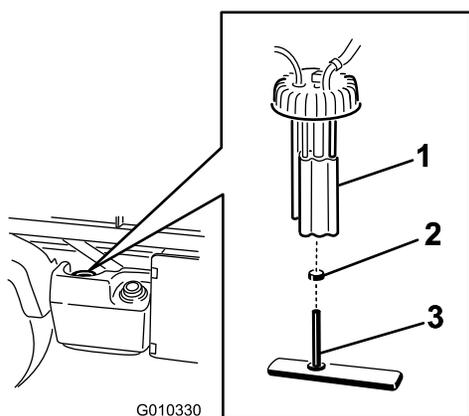

Рисунок 49
2. Отсоедините разъемы проводов от топливного насоса (Рисунок 49).
3. Ослабьте зажим шланга и отсоедините топливную магистраль от крышки топливного насоса (Рисунок 49).
4. Отвинтите крышку топливного насоса от верхней части топливного бака (Рисунок 49).
5. Извлеките из топливного бака узел топливного насоса и топливный фильтр (Рисунок 49).
6. Снимите зажим, крепящий шланг топливного фильтра к фитингу топливного насоса. Отсоедините шланг от фитинга (Рисунок 49).